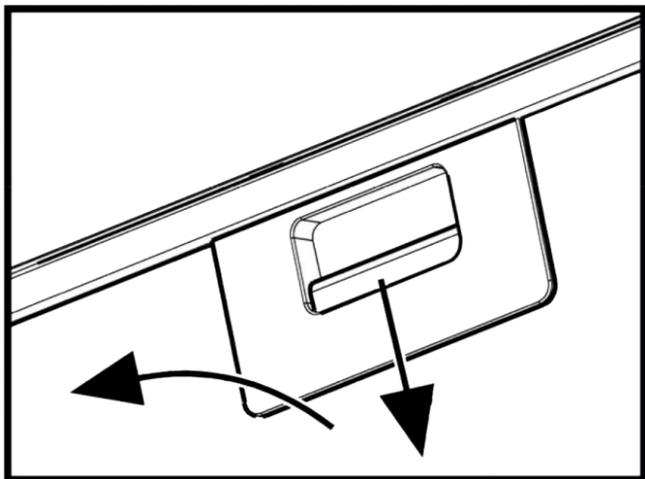

Рис.6
7.10 Для зняття алюмінієвого фільтру (рис.6) слід натиснути на пружинну засувку і, потягнувши на себе і вниз, зняти фільтр з панелі. Встановлення фільтру виконати в зворотному порядку.